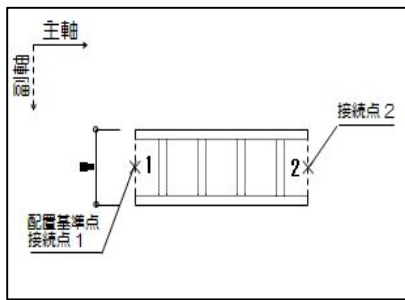
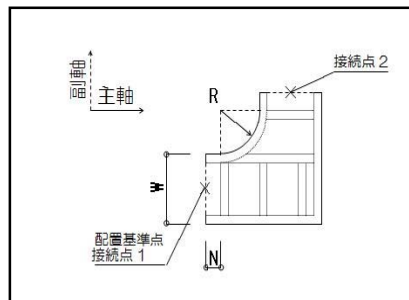
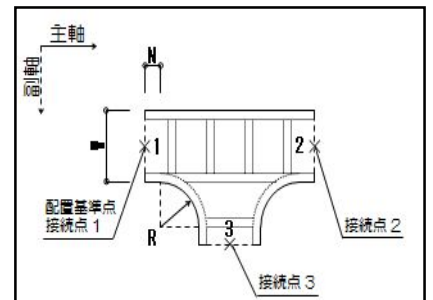

図1
図2
図3
- 3) 副軸ベクトルは、接続点1の接続面の辺に平行な大きさ1のベクトルとし、振れない部材は主軸ベクトルに対して右方向（図1参照）、接続点数=2の部材は主軸ベクトルに対して接続点2側（図2参照）、接続点数=3と4の部材は主軸ベクトルに対して接続点3側（図3参照）をベクトルの方向とする。